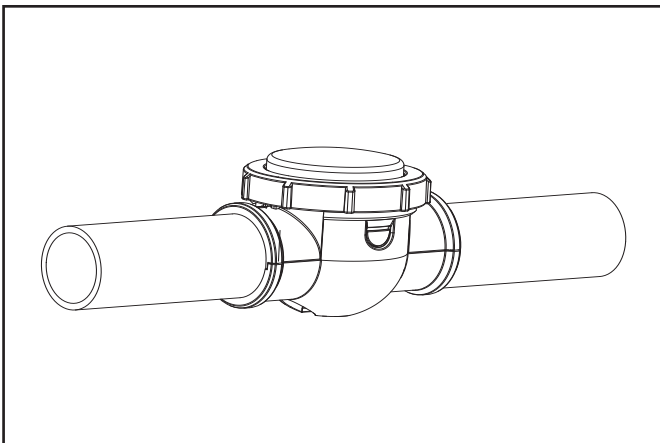

Figure 29. Bouchon d'hivernage installé
7. Fixer le bouchon d'hivernage (Voir Figure 29)